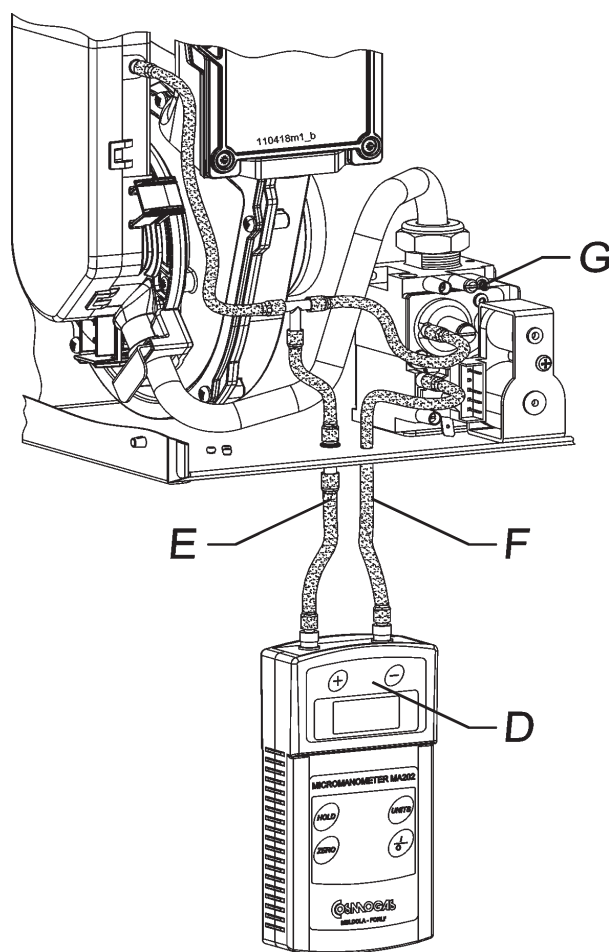

Figura 29 - Controllo pressione aria comburente
- inserire un tubo "F" che va dal manometro, passando per l'apertura del tappo "B", fino alla presa di pressione "C" (come da figura 29);
- il collegamento deve essere realizzato come da figura 29, rispettando scrupolosamente la polarità delle pressioni, evidenziata sul manometro;